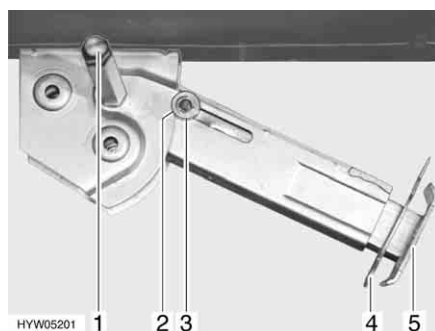

Fig. 53 Apoyo de elevación
- Colocar la llave de vaso en el hexágono (Fig. 53,1) y girarla hasta que el apoyo de elevación quede verticalmente hacia abajo.
- Extraer la clavija hendida (Fig. 53,4) de la prolongación del pie de apoyo (Fig. 53,5).
- Colocar la llave de vaso en el hexágono (Fig. 53,1) y girarla hasta que el apoyo de elevación esté de nuevo libre del suelo.
- Introducir totalmente la prolongación del pie de apoyo (Fig. 53,5) e introducir la clavija hendida (Fig. 53,4) en el orificio previsto para ello que hay en la prolongación del pie de apoyo.
- Girar con la llave de vaso en el hexágono (Fig. 53,1) hasta que el apoyo de elevación bascule hacia arriba y la arandela de guía (Fig. 53,3) esté totalmente introducida en la entalladura (Fig. 53,2).